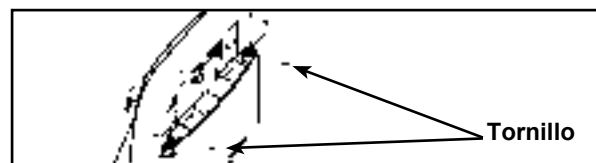

Figura 4
- F. Aflojar el fondo dos tornillos demostrado en Figura 4. **NOTA:** No quitar fondo dos tornillos.
- G. Quitar asegurar superior de dos tornillos mover hacia atrás la cubierta. Ver Figura 4